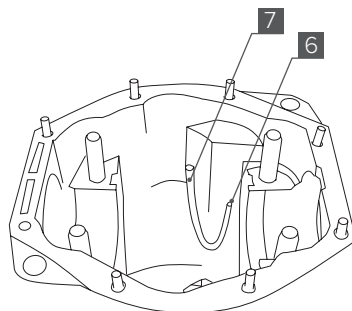

Рис. 12
3. Установите трубку [7] в фитинг проходной [6] (**Рис. 12**).